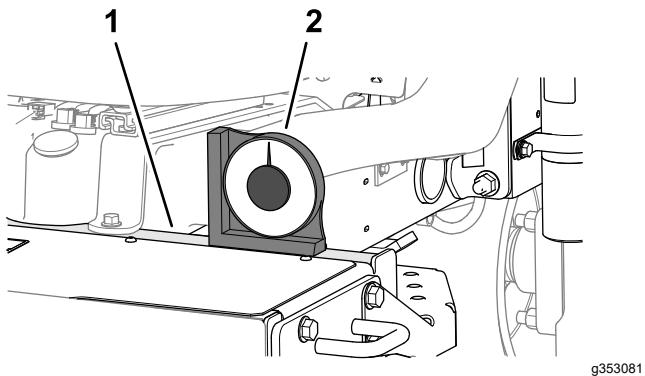

Figura 6
2. Compruebe la nivelación de la máquina colocando un indicador de ángulo portátil (suministrado con la máquina) sobre el travesaño del bastidor, junto al depósito de combustible (Figura 6).